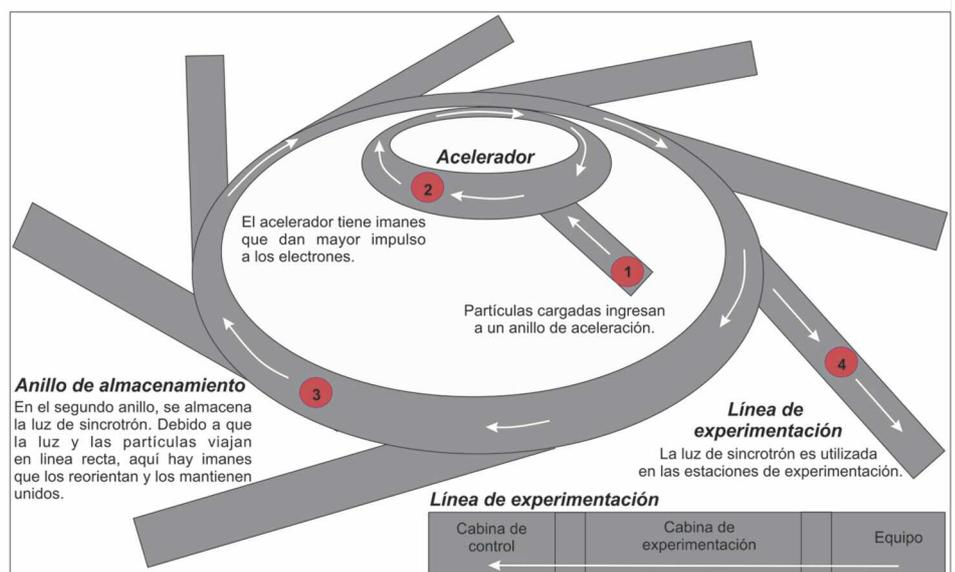
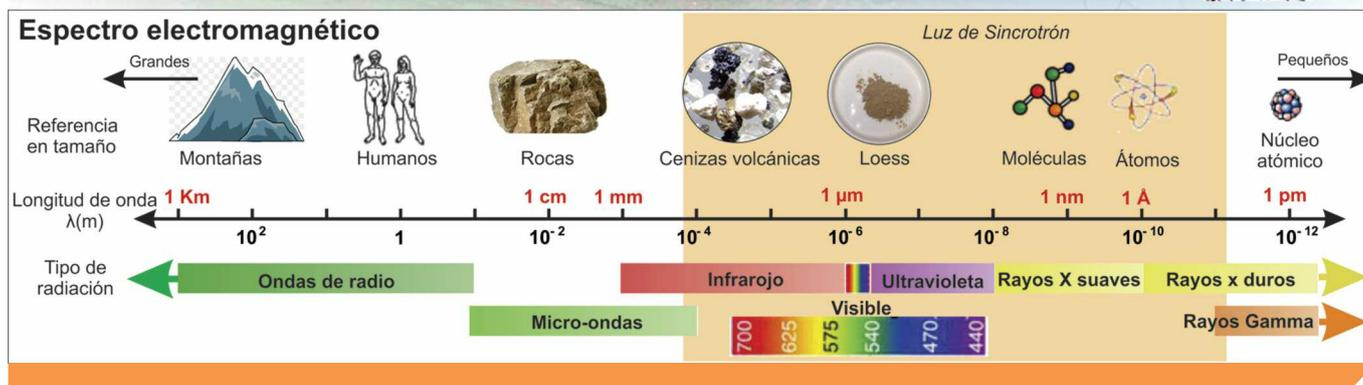

Figura 1: Esquema simplificado del funcionamiento de un sincrotrón. Propiedades de la luz generada.
Figura 2: Sincrotrón SIRIUS y sus aplicaciones (imagen obtenida de <https://www.lnls.cnpem.br/>)
Los *sincrotrones* implican un conjunto de instalaciones e infraestructura científica (edificios, equipos, laboratorios, áreas administrativas, etc.) que operan tecnologías de punta y donde se realiza una variedad de experimentos multidisciplinarios. Dentro de las instalaciones, se encuentra *el anillo* de gran dimensión (entre 300 m y 3 km de circunferencia) donde se produce *la luz de sincrotrón*. Si bien es posible construir sincrotrones de mayor dimensión, la relación costo-beneficio no lo justifica. Los sincrotrones se clasifican en primera, segunda, tercera y cuarta generación. La evolución en las generaciones tiene que ver con la brillantez de la luz que se produce en el anillo. Por ejemplo, recién en la década del 90, se logró generar luz millones de veces más brillante que el sol. Los sincrotrones de estas características son de tercera generación y, junto con los de cuarta generación, son los más habituales. La luz de sincrotrón posee características particulares que la diferencian de cualquier otra radiación (Figura 1), lo que permite estudiar fenómenos
Todo comienza en un trozo de metal y de allí, ¡a girar! Cuando un metal se calienta demasiado (por ejemplo, por encima de los 1000 °C), los electrones de su interior se mueven tan rápido que pueden desprenderse del mismo (1, Figura 1). Una vez liberados, los electrones son forzados a viajar en círculo a altas velocidades, ayudados por electroimanes muy poderosos que los hacen girar. Esto ocurre en el *acelerador lineal* (2, Figura 1), donde los electrones alcanzan el 99% de la velocidad de la luz. Allí se produce la luz de sincrotrón. Desde ese punto la luz es dirigida al anillo más grande (3, Figura 1), denominado *anillo de almacenamiento*, para finalmente ser utilizada en los laboratorios (4, Figura 1). Cada laboratorio se denomina “línea de experimentación” (*beamlines*) y cuenta con instrumentación específica de medición, de acuerdo al tipo de experimento que se desea llevar a cabo (Figura 2). Un sincrotrón típico puede tener entre 10 a 50 *beamlines*. La luz de sincrotrón también se la llama “luz blanca”, ya que está compuesta tanto por luz visible como por otras radiaciones que no son visibles al ojo humano. Así, un amplio rango
de frecuencias compone la luz de sincrotrón: desde ondas de radio, micro-ondas, luz infrarroja (IR), ultravioleta, rayos X (suaves y duros) (Figura 2). Cada línea de experimentación está configurada para filtrar solo una frecuencia específica de radiación que se aplicará a una técnica en particular. Los rayos X son los más usados porque su longitud de onda está en el orden del tamaño de los átomos, y por lo tanto permite hacer estudios a ese nivel. Las técnicas sincrotrón son rápidas, focalizadas y con alta resolución.